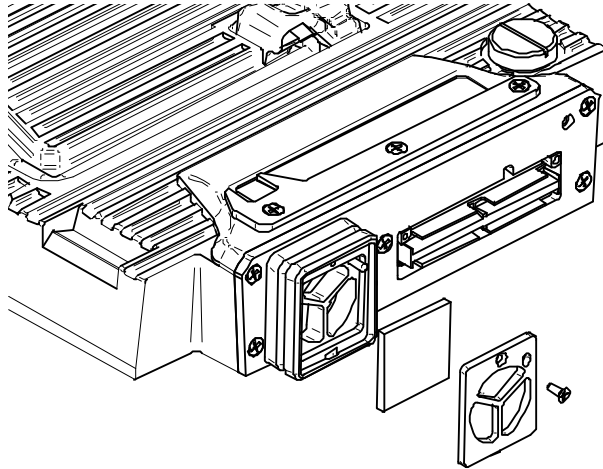

Abbildung B-3 Gitter und Filter des Modells OMNI-M-PA32xx
1. Entfernen Sie die Schraube, die das Gebläsegitter am Modul befestigt ist (siehe Abbildung B-3 auf Seite 145).